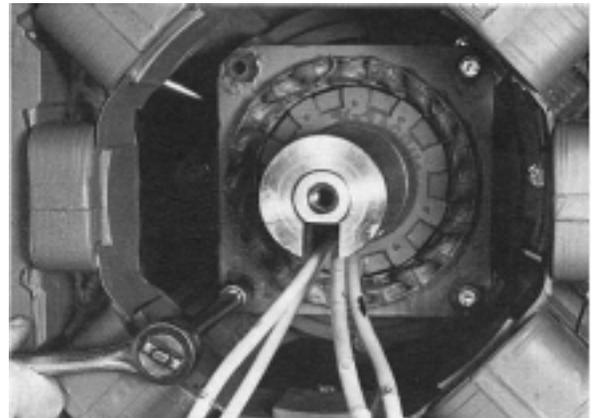

Figure 6-15
4. Dévisser les 4 vis de fixation (voir Figure 6-15)